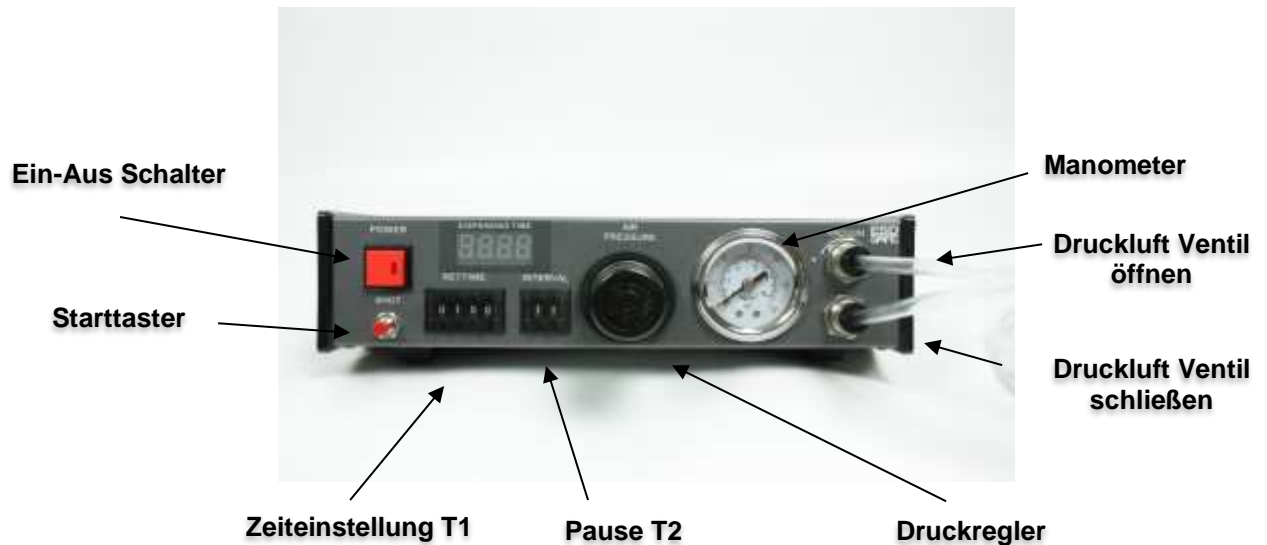

Bild 3 Dosiergerät SDT DG 6
- Druckluftschlauche von einen doppelwirkenden Pneumatikquetschventil an Schlauchverbindung „Druckluftausgang“ (Bild 3) an der Vorderseite des Gerätes bis zum Anschlag einstecken.
- Druckluftschlauch von Schlauchverbindung Druckluftausgang (Bild 3, Druckluftausgang) an den Druckluftereingang des pneumatischen Ventils anschließen (siehe Bedienungsanleitung pneumatisches Quetschventil)
- Gewünschte Dosierzeit mit Auf und Ab Tasten (Bild 3, SDT-DG-6 Timer) einstellen.